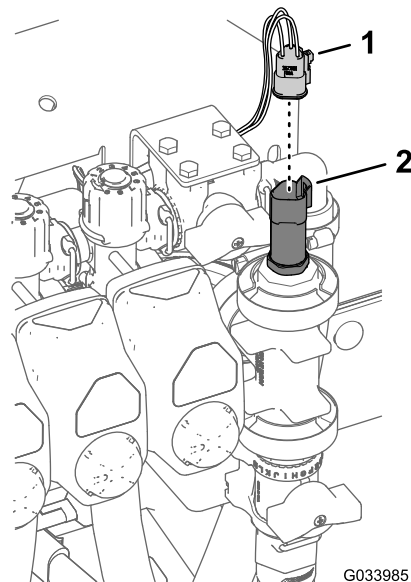

图 35
3. 用 4 个凸缘头螺栓 6 x 16mm 和 4 个凸缘锁紧螺母 6mm 将控制阀支架组装到歧管安装架上 图 35 上紧螺栓扭矩至 1012N·m。
5. 连接压力传感器的 3 插槽接头 图 35。